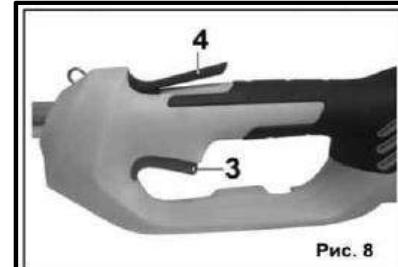
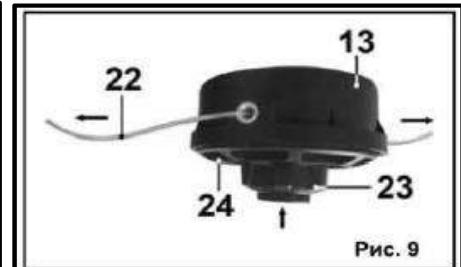

Рис. 8
Рис. 9
9.2. Снятие и установка триммерной катушки (рис.9)
8.1. Включение (Рис.8).
8.1.3. Разблокируйте выключатель (3), нажав клавишу разблокировки выключателя (4). Удерживая кнопку блокировки выключателя (4), нажмите курок выключателя (3)(рис.8). Включите триммер, не касаясь леской (22)(рис.9) травы.
8.2.7. Во время работы триммерная леска (22) изнашивается (расходуется). Во время работы слегка ударьте нажимной головкой триммерной катушки (23) по земле (Рис.9). Длина лески увеличится.